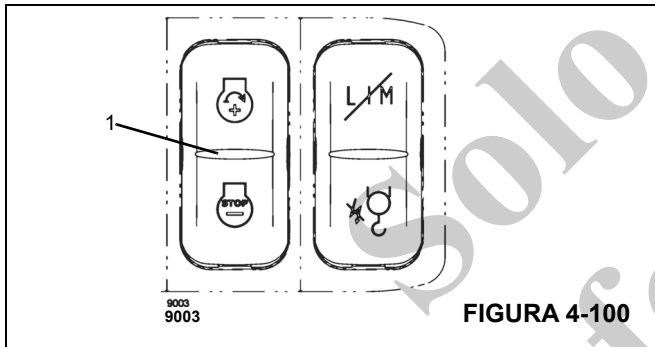

FIGURA 4-100
Puede ajustar la velocidad del motor deseada (velocidad de ralentí) con el botón (1), (Figura 4-100). Consulte la sección *Interruptor de aumento/reducción de ralentí del motor*, página 3-9.